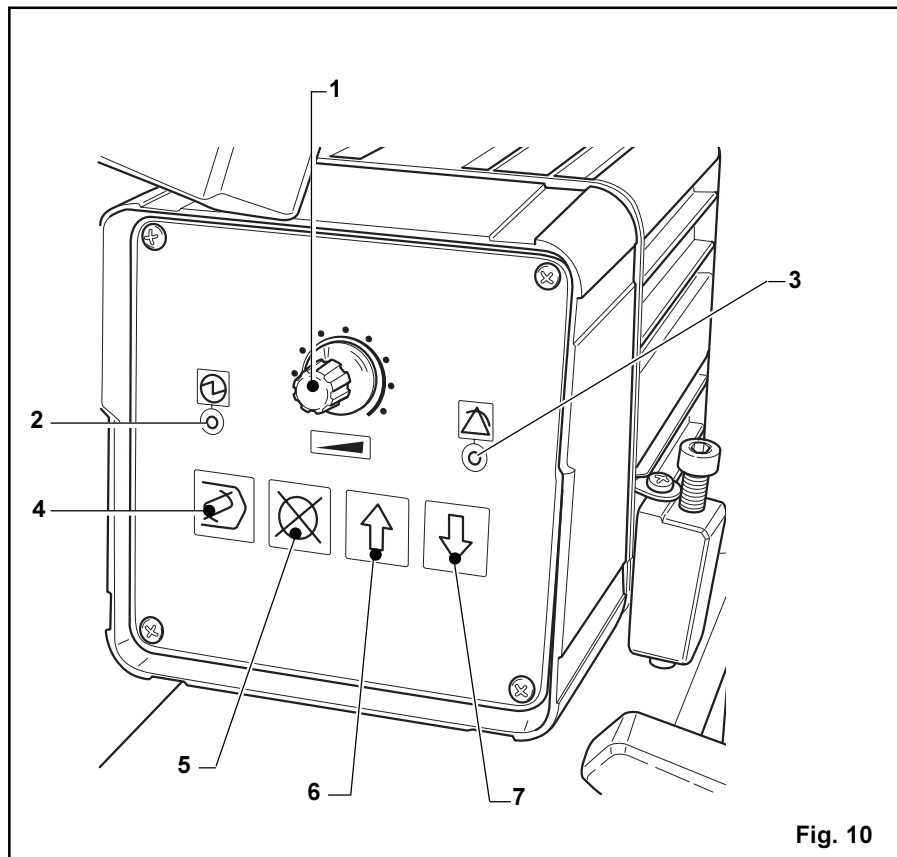

Fig. 10
1.7.b Pannello comandi POT02 (Fig.10)
• POTENZIOMETRO REGOLAZIONE VELOCITÀ (1)
1.7.b POT02 control panel (Fig. 10)
• SPEED CONTROL POTENTIOMETER (1)
1.7.b Panneau de commande POT02 (Fig. 10)
• POTENTIOMETRE DE REGLAGE DE LA VITESSE (1)
1.7.b Schaltpult POT02 (Abb. 10)
• POTENTIOMETER ZUR GESCHWINDIGKEITSEINSTELLUNG (1)